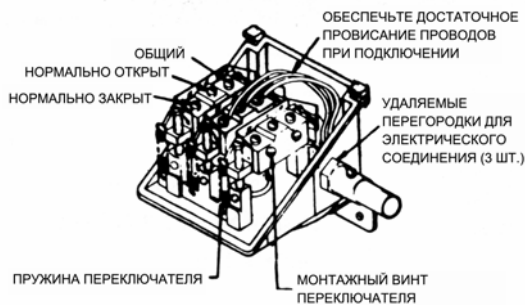

Рис.1
Подсоедините кабельный канал к корпусу и подсоедините провода прямо к клеммам, руководствуясь национальными и местными электротехническими правилами и нормами. Подведите провода к клеммам с задней стороны корпуса (см.рис.1). Если используется переключатель с ручным сбросом или DPDT (двухполюсный переключатель на два направления), то поставляемые с прибором провода имеют следующую цветовую кодировку:
- 2) Выкрутите 2 монтажных винта переключателя. Для приборов с несколькими переключателями сначала снимите пружину переключателя (см.рис.1).